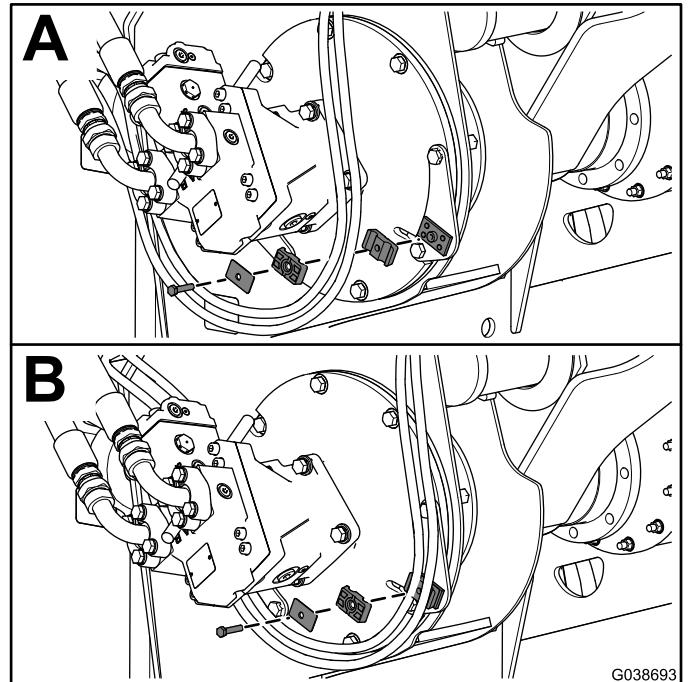

図 6
- 各油圧ホースをトレーナのドライブカバーに取り付けるチューブクランプ4個、カバープレート2枚、ボルト5/16 x 1-1/2 インチ2本を使用して図6のように取り付ける。